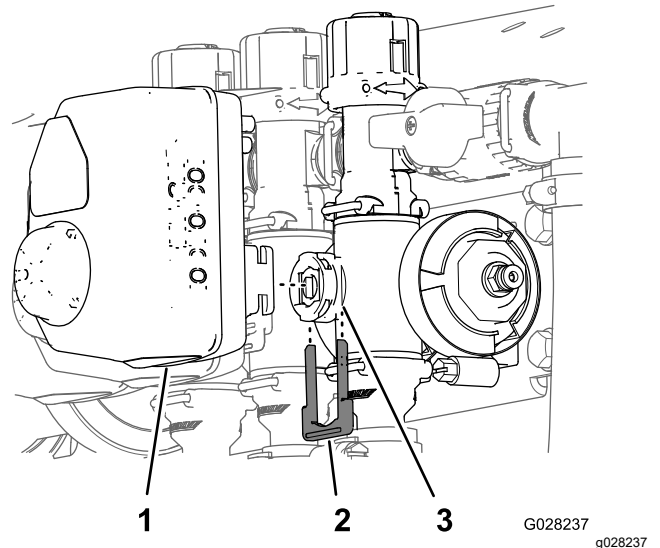

Figura 3
1. Retire la horquilla de retención que sujeta el actuador a la válvula multivía (válvula de sección o válvula de agitación) (Figura 3).